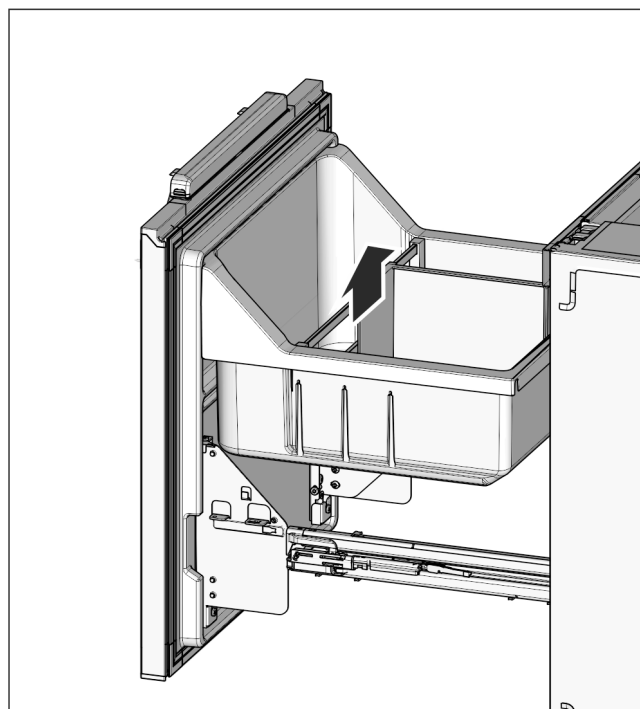

Fig. 25
- ▶ Włożyć ponownie stojak na butelki Fig. 25 (32) i pojemnik wysuwany Fig. 25 (31).